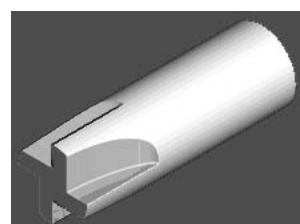

图 4-75 仿真加工结果 3
4) 选择下拉菜单“查看” $\rightarrow$ “工具栏” $\rightarrow$ “ViewMill”命令，显示出“ViewMill”工具栏，并单击“开关 ViewMill”按钮 $\text{开/关}$ ，切换到仿真界面，然后单击“彩虹阴影图像”按钮 $\text{影}$ 。在“仿真”工具栏的“当前刀具路径”下拉列表中选择要模拟的刀具路径，然后单击“执行”按钮 $\text{执行}$ ，系统开始自动仿真加工，仿真加工结果如图 4-75 所示。单击“ViewMill”工具栏上的“退出 ViewMill”按钮 $\text{退出}$ ，删除仿真加工，并返回 PowerMILL 界面。